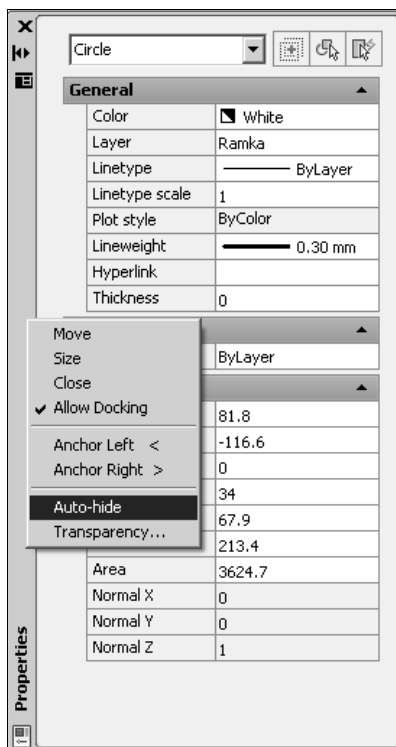

Рис. 5.20. Диалоговое окно свойств объекта **Properties** с контекстным меню для его настройки
Любые свойства объектов, включая и те, которые изменяются при помощи панели инструментов **Properties** (Свойства объектов), можно изменять в диалоговом окне **Properties** (Свойства) (рис. 5.20).
Это диалоговое окно состоит из вертикального заголовка, на котором сверху находятся три кнопки — одна  с крестиком для закрытия окна, ниже ее кнопка с треугольными стрелками  **Auto-Hide** (Автоскрытие) — для автоматического свертывания и разворачивания окна, а еще ниже  **Properties** (Свойства) — для вызова контекстного меню, предназначенного для настройки режимов работы окна. При включенном режиме **Auto-Hide** (Автоскрытие) диалоговое окно вдвигается в заголовок или выдвигается из него, в зависимости от положения курсора. Режим активизируется в контекстном меню, которое вызывается щелчком правой кнопки мыши на вертикальном заголовке (рис. 5.20).
2. Вызовите диалоговое окно **Properties** (Свойства), в верхней части которого будет показано название выбранного объекта (рис. 5.20).